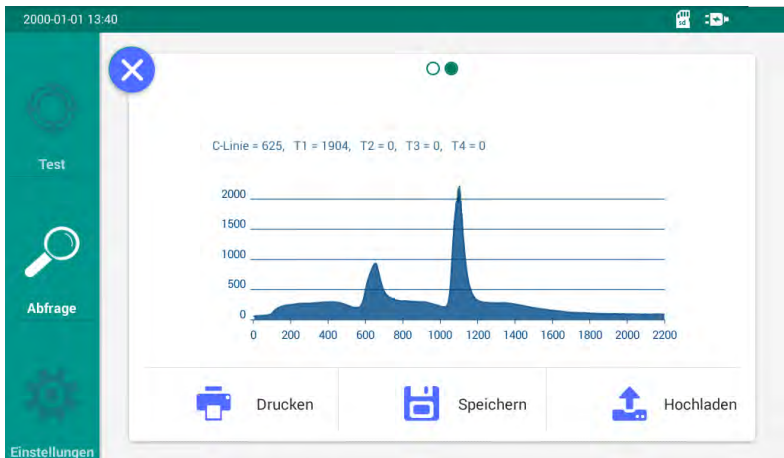

Abbildung 7.6 Kurvenanzeige
- Klicken Sie auf " ● ○ ", um zur Kurve-Schnittstelle zu wechseln, wie in Abbildung 7.6 gezeigt;